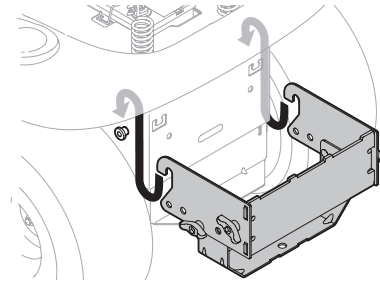

Figura 3
1. Coloque los extremos con gancho del conjunto de montaje sobre los pernos con reborde en el parte posterior del bastidor del tractor y alinee el orificio central del soporte universal con el orificio del enganche del tractor. Consulte la Figura 3.